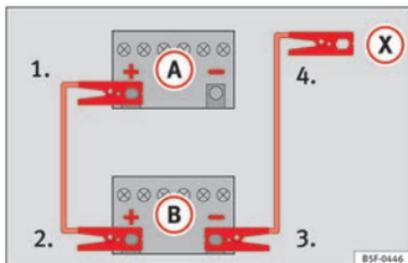

Abb. 68 Anschlussschema für Fahrzeuge ohne Start-Stop-System.
zeugs mit der entladenen Fahrzeugbatterie (A) » » **Abb. 68**.
3. Klemmen Sie das andere Ende des roten Starthilfekabels an den Pluspol (+) des stromgebenden Fahrzeugs (B).
- 4a. Bei Fahrzeugen ohne Start-Stop-System: ein Ende des schwarzen Starthilfekabels an den Massepunkt (-) des Strom gebenden Fahrzeugs (B) » » **Abb. 68** anklemmen.